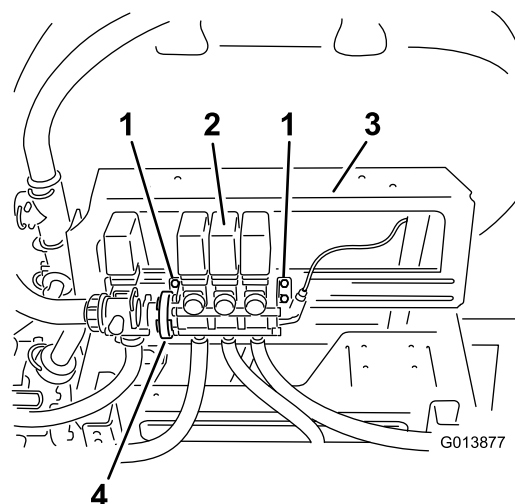

Figura 4
1. Allentate i bulloni che fissano il gruppo valvole della barra alla staffa di montaggio, senza rimuoverli (Figura 4).